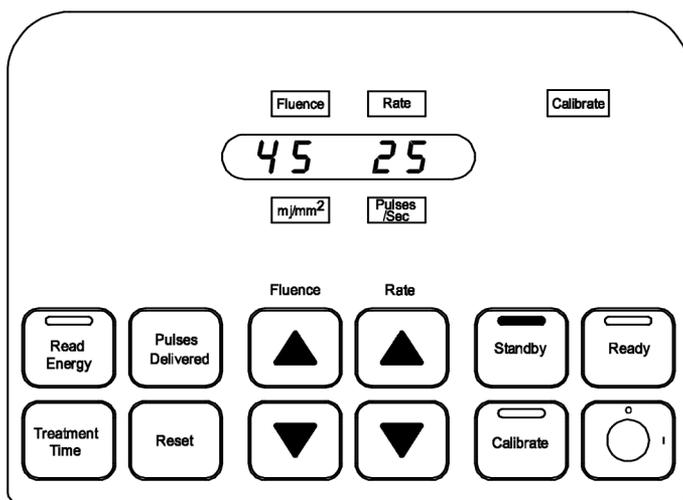

Figure 5
2. Les valeurs d'étalonnage appropriées sont affichées pour le dispositif en cours d'utilisation. (Figure 5)